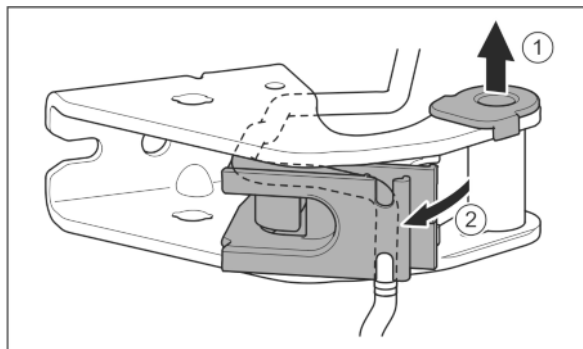

Fig. 24
- ▶ Tuleję łóżyskową wyjąć z prowadnicy. Fig. 24 (1)
- ▶ Odchylić mocowanie kabla. Fig. 24 (2)